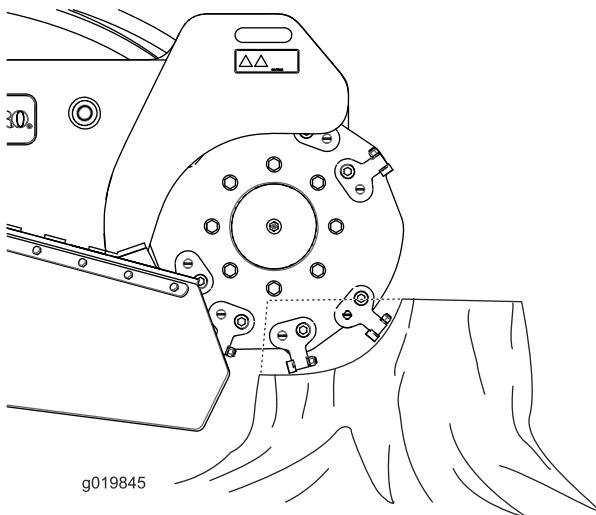

Figura 21
4. Utilizzate la leva di comando per spostare lentamente la traciatrice attraverso la parte anteriore del ceppo, provocando una miriade di trucioli (Figura 21).
- Agite sui bordi del ceppo per ottimizzare il taglio. Quando l'area di taglio è prossima a 1/4 del diametro della ruota (Figura 21), sollevate la tranciatrice, spostatela in avanti e riprendete a tagliare il bordo.